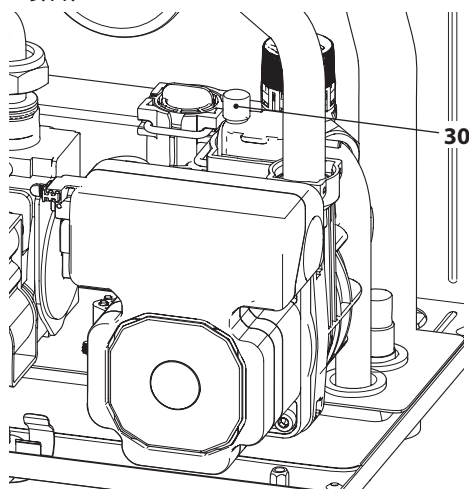

Figura 9.11
- Per facilitare lo svuotamento, alzare il tappo 30 della valvola di sfiato automatica in Figura 9.11.